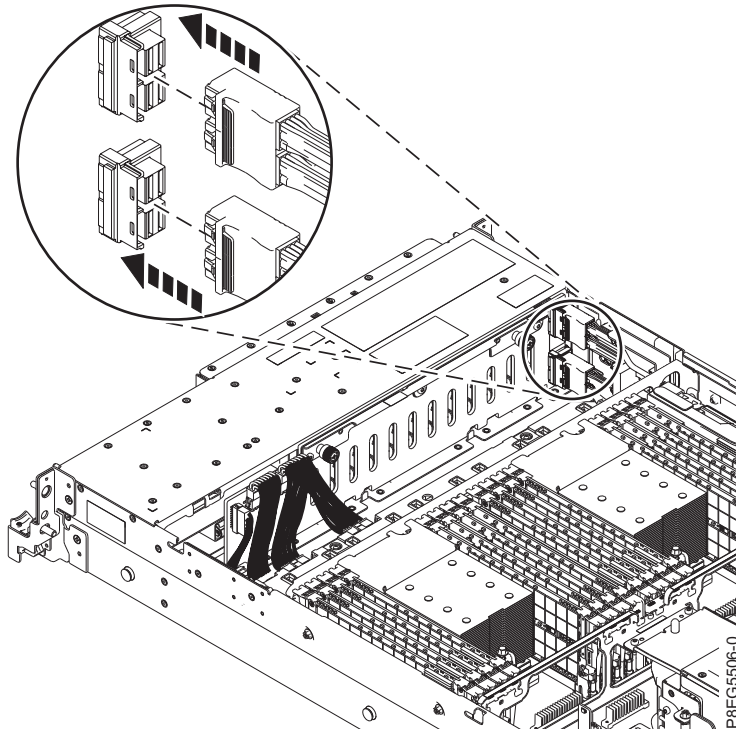

Figure 15. Reconnexion des câbles SAS avant au fond de panier de l'unité de disque
8. Reconnectez les câbles SAS avant aux ports de connecteur du fond de panier de l'unité de disque, comme illustré à la figure 15, à la page 17. Appuyez sur le connecteur de câble jusqu'à ce que vous entendiez un clic.